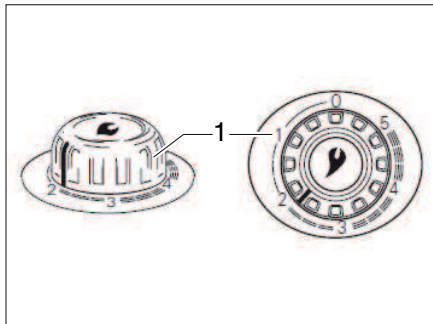

Fig. 100 Regulador giratorio en la calefacción de aire caliente
- Ajustar el regulador giratorio en la calefacción (Fig. 100,1) al valor deseado y bajar hasta el tope.
- Situar el regulador giratorio de la calefacción (Fig. 100,1) en "0". El dispositivo automático de encendido se desconecta al mismo tiempo.
- ▷ Puede obtenerse información adicional en las instrucciones de uso independientes "Truma S 3004 (P) / S 5004".